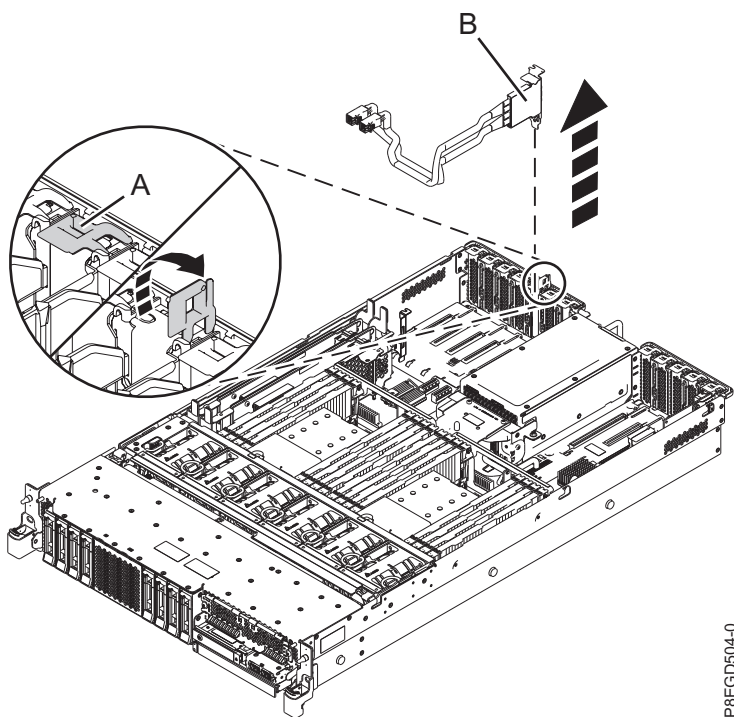

図 4. 背面 SAS ケーブルの取り外し
6. システムの背面で、PCI アダプター・スロット P1-C8 の PCI リテーナー (A) の止め金を外します。次に、背面 SAS ケーブル (B) を取り外します。図 4を参照してください。